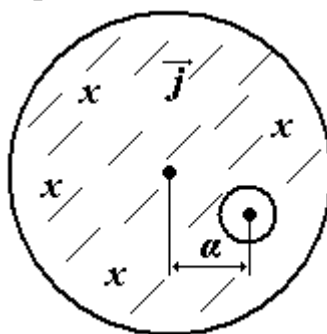

Рис.16
9. Определите индукцию магнитного поля внутри бесконечной цилиндрической полости, сделанной в бесконечном прямом цилиндрическом проводе, вдоль которого течет постоянный ток плотностью $\vec{j}$, равномерно распределённый по сечению провода. Расстояние между осями провода и полостью равно a (рис.16).